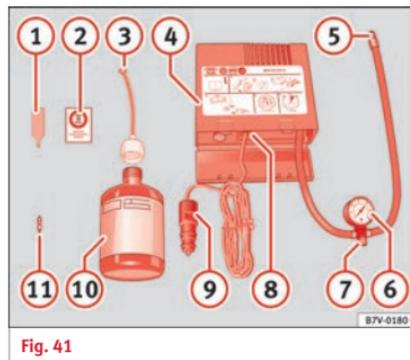

Fig. 41
- Desenrosque la caperuza y el obús de la válvula del neumático. Utilice el aparato »» fig. 41 ① para extraer el obús. Colóquelo en una superficie limpia.
- Agite con fuerza la botella de sellante de neumáticos »» fig. 41 ⑩.
- Enrosque el tubo de inflado »» fig. 41 ③ en la botella de sellante. El precinto de la botella se romperá automáticamente.
- Retire el tapón del tubo de llenado »» fig. 41 ③ y enrosque el extremo abierto del tubo en la válvula del neumático.
- Vuelva a colocar el obús con el aparato »» fig. 41 ① en la válvula del neumático.
- Enrosque el tubo de inflado del neumático del compresor »» fig. 41 ⑤ en la válvula del neumático.
- Compruebe que el tornillo de evacuación de aire está cerrado »» fig. 41 ⑦.
- Acople el conector »» fig. 41 ⑨ a toma de corriente de 12 voltios del vehículo »»  pág. 114.
- Conecte el compresor de aire con conmutador ON/OFF »» fig. 41 ⑧.